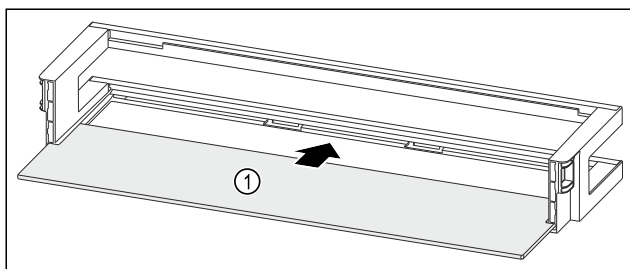

Fig. 139 Rafti i derës me raft mbajtës
- Futni raftin mbajtës Fig. 139 (1) në folëtë anësore.